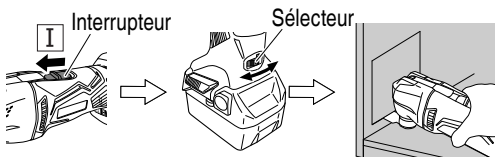

Fig. 10
1. Mettre l'outil sous tension et utiliser le sélecteur pour régler la vitesse de l'outil d'application. (Fig. 10)
2. Placer délicatement l'outil d'application sur le matériau et déplacer l'outil d'application vers l'avant à un rythme où le mouvement n'est pas ralenti. (Fig. 10)